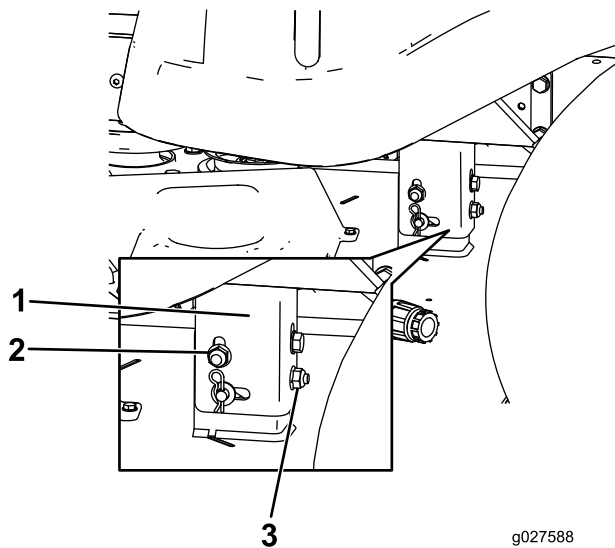

**Figura 50**
4. Gire cuidadosamente las cuchillas hasta que estén todas orientadas lateralmente (Figura 50).
- Mida entre los bordes de corte exteriores y la superficie plana (Figura 50). Si hay una diferencia de más de 5 mm entre ambas dimensiones, se requiere un ajuste; siga con este procedimiento.